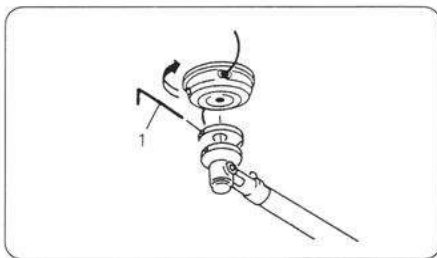

図16
①刃受け金具とギヤケースの廻り止め穴に六角棒スパナ(1)を差し込みます。
②ナイロンカッターを半時計方向に止まるまで回して取り付けます。(図16)